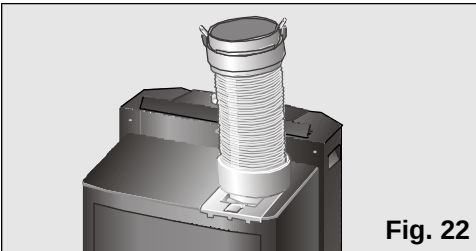

Fig. 22
- ☐ Ziehen Sie den Wasserablassschlauch aus seiner Halterung und entfernen Sie den Stopfen vom Schlauch, **Abb. 22**.
- ☐ Wir empfehlen, im Heizbetrieb, den Abluftschlauch wie in **Abb. 22** dargestellt anzubringen oder abzunehmen.